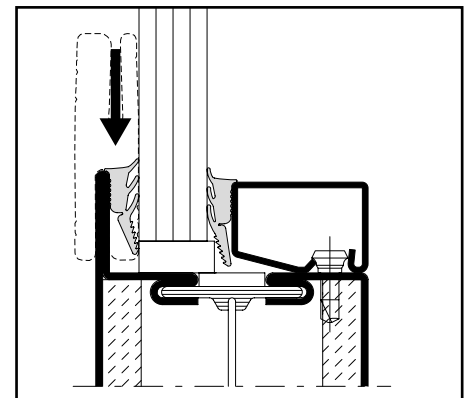

Abb. 27 / Fig. 27 / Fig. 27
- Keildichtungen auf Seite Profillappen mit leichtem Übermass in 45°-Gehrung zuschneiden und eindrücken Abstandhalter laufend entfernen (Abb. 27)
- Découper les joints à bourrer coté aile fixe d'onglet à 45° avec une légère surlongueur et les enfoncer (fig. 27). Retirer les pièces de distance.
- Cut with small oversize the wedge weatherstrips in a miter joint on the profile lip side and press in (Fig. 27). Remove continuously the spacers.